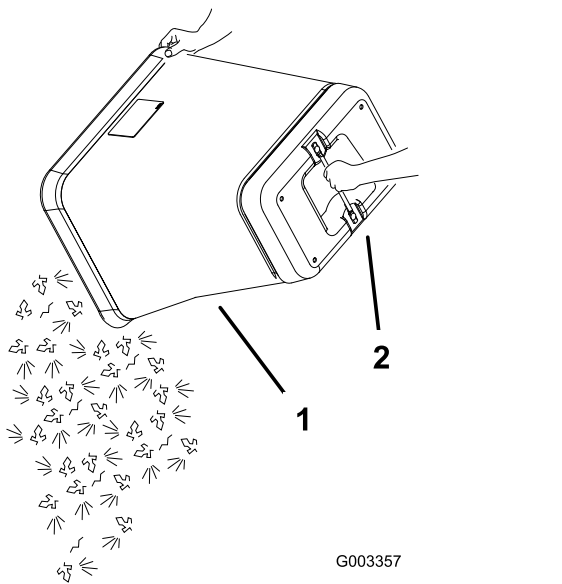

Figure 42
5. Saisissez la poignée située sous le bac et renversez ce dernier pour le vider (Figure 42).